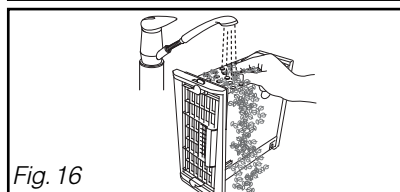

Fig. 16
- Nettoyez-le uniquement avec de l'eau sous le robinet (Fig. 16).